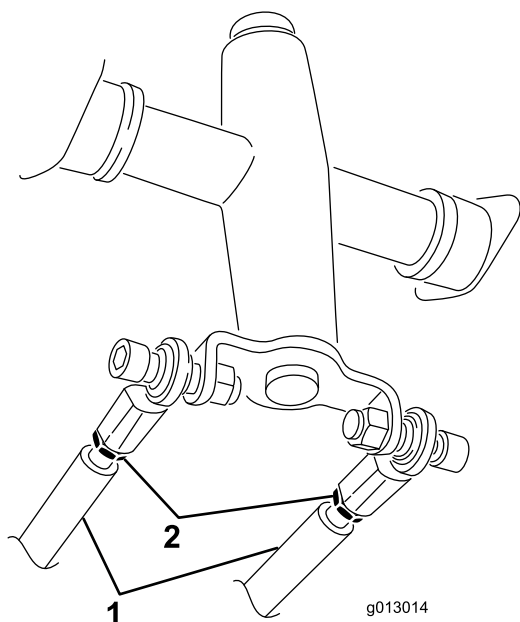

Figura 56
3. Afloje las contratueras de las varillas de tracción, debajo del panel de control (Figura 56).